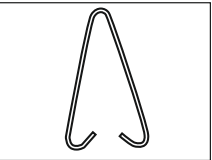
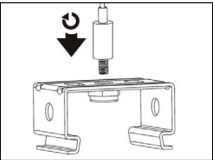

Рис. 5
Рис. 6
- 5.17 Для подвешенного монтажа используйте специальные скобы для подвешенного монтажа (рис.5, входят в комплект поставки) или скобы для накладного монтажа (рис.6, входят в комплект поставки) вместе с тросовой системой подвеса (не входит в комплект поставки). Возможный вариант тросового комплекта подвеса: 14061023064 CP 10 Suspension set, длина 1м, совместим со скобами для накладного монтажа.